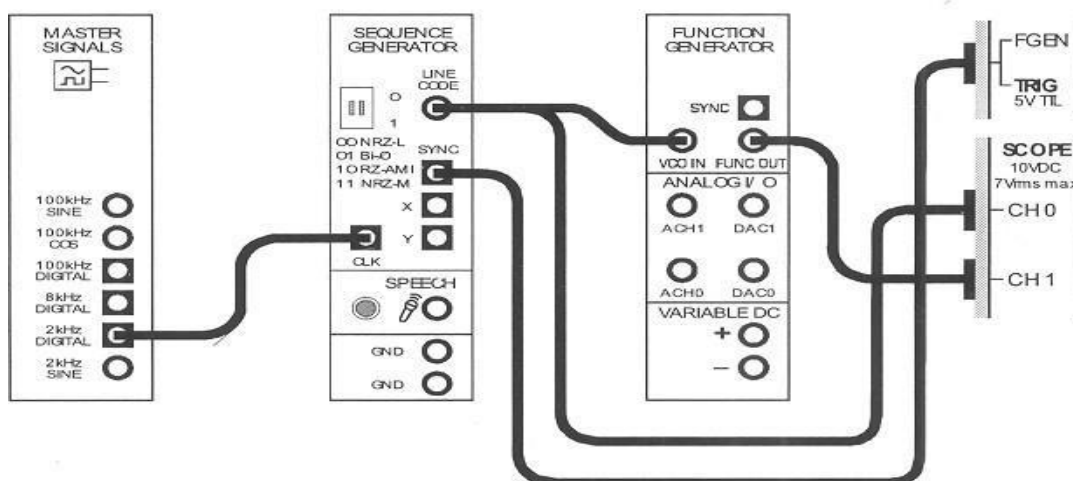

Figura 8.1
2. Conecte una señal 2KHz DIGITAL a la entrada CLK del Módulo Generador de Señales, conectar la salida LINE CODE del Módulo Generador de Secuencia a la entrada VCO IN del Módulo Generador de Funciones y la salida SYNC a la entrada del TRIG. (Figura 8.1).